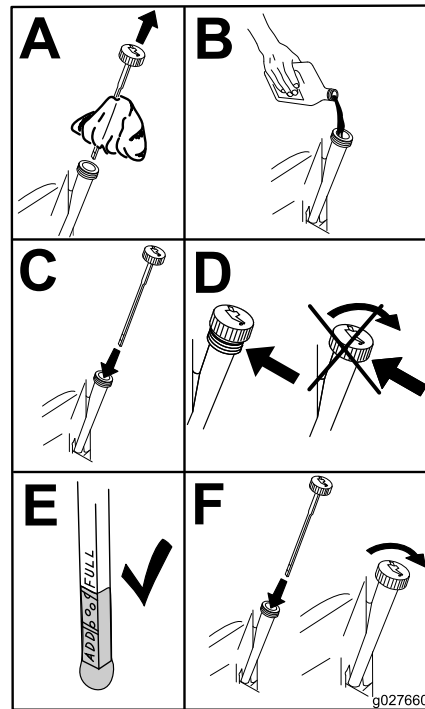

Figure 50
6. Versez lentement environ 80 % de l'huile spécifiée dans le tube de remplissage, puis faites l'appoint lentement jusqu'à ce que le niveau atteigne le repère maximum (Full) (Figure 50).
3. Remplissez le carter moteur d'une huile du type voulu (Figure 50).